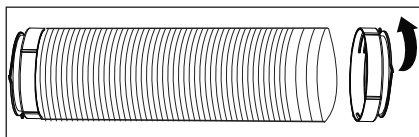

Fig. 6
3. Allungare l'altra estremità del tubo flessibile e avvitare all'adattatore B (Fig. 6).